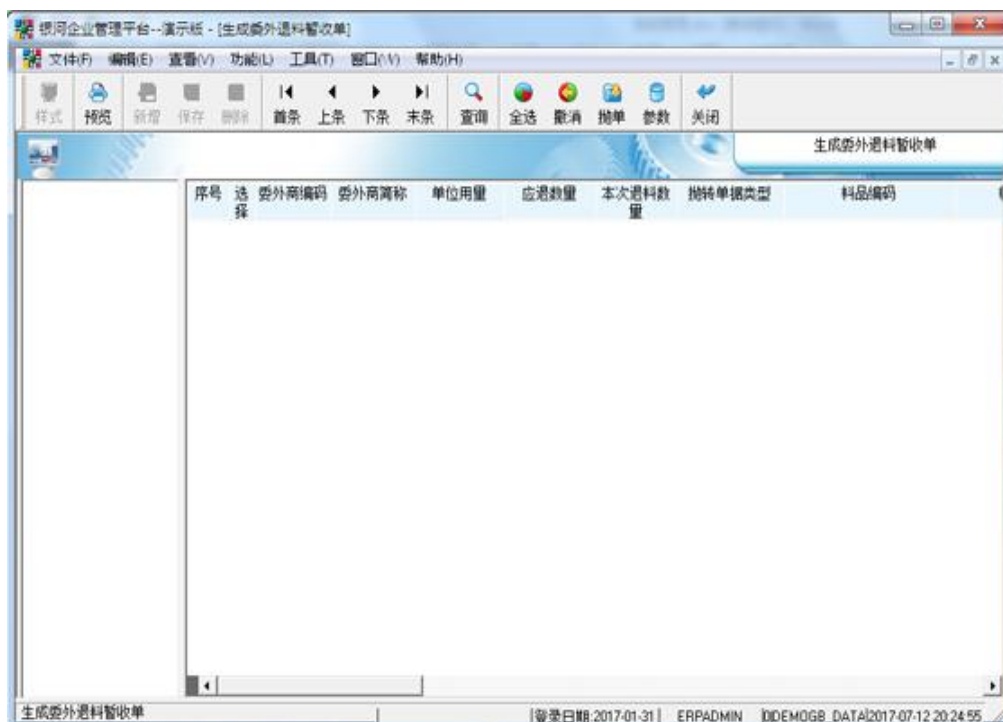

图 29
登录系统后，在左边的树型图中，找到“物控管理/委外退料检验/生成委外退料暂收单”后双击它，进入“生成委外退料暂收单”窗口（见图 29），此文件柜将退料物料转成委外退料暂收单。
具体操作：在图 29 的左边的树型图选定某一委外批号，右窗口会显示对应的材料情况（可通过对委外批号分组），选定需要退料的材料后，点击菜单项“功能/抛出”或点击相应图标，将选定的退料材料转成委外退料暂收单
**栏位说明（图 29，斜体字记录表示此料是替代料）**